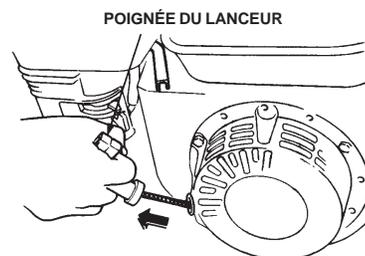

Figure 13. Poignée du lanceur
6. Saisir la poignée du lanceur (figure 13) et tirer doucement jusqu'à sentir une forte résistance, qui correspond au point de compression. Tirer alors fermement et sans à-coups pour démarrer le moteur.